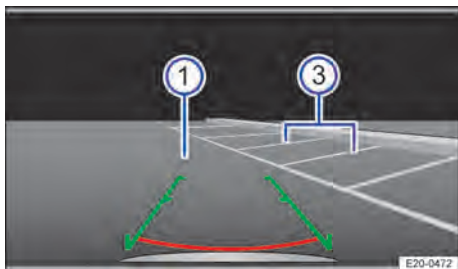

Fig. 111 Visualización en la pantalla del sistema de infotainment: dirigirse hacia el espacio para estacionar seleccionado.
3. Retroceda lentamente a la vez que gira el volante de manera que las líneas laterales se introduzcan en el espacio para estacionar seleccionado ②. Las líneas tienen que coincidir con las líneas de delimitación laterales → Fig. 111 ③.